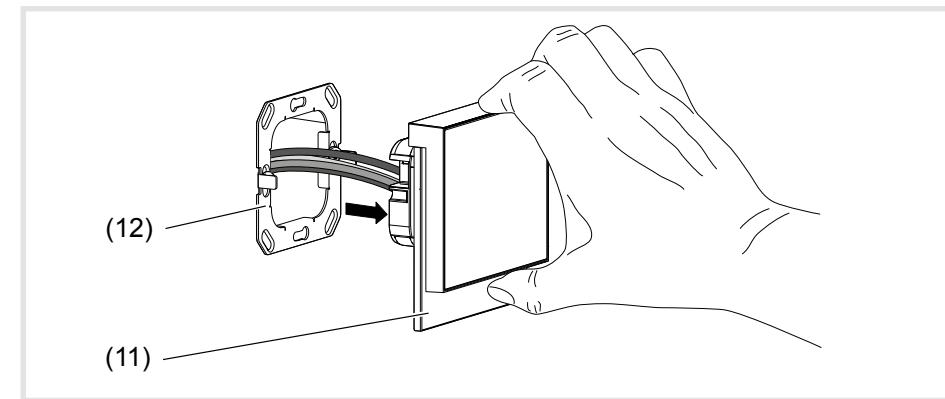

Figure 12 : démontage
- Pull device out of wall box (Figure 12).